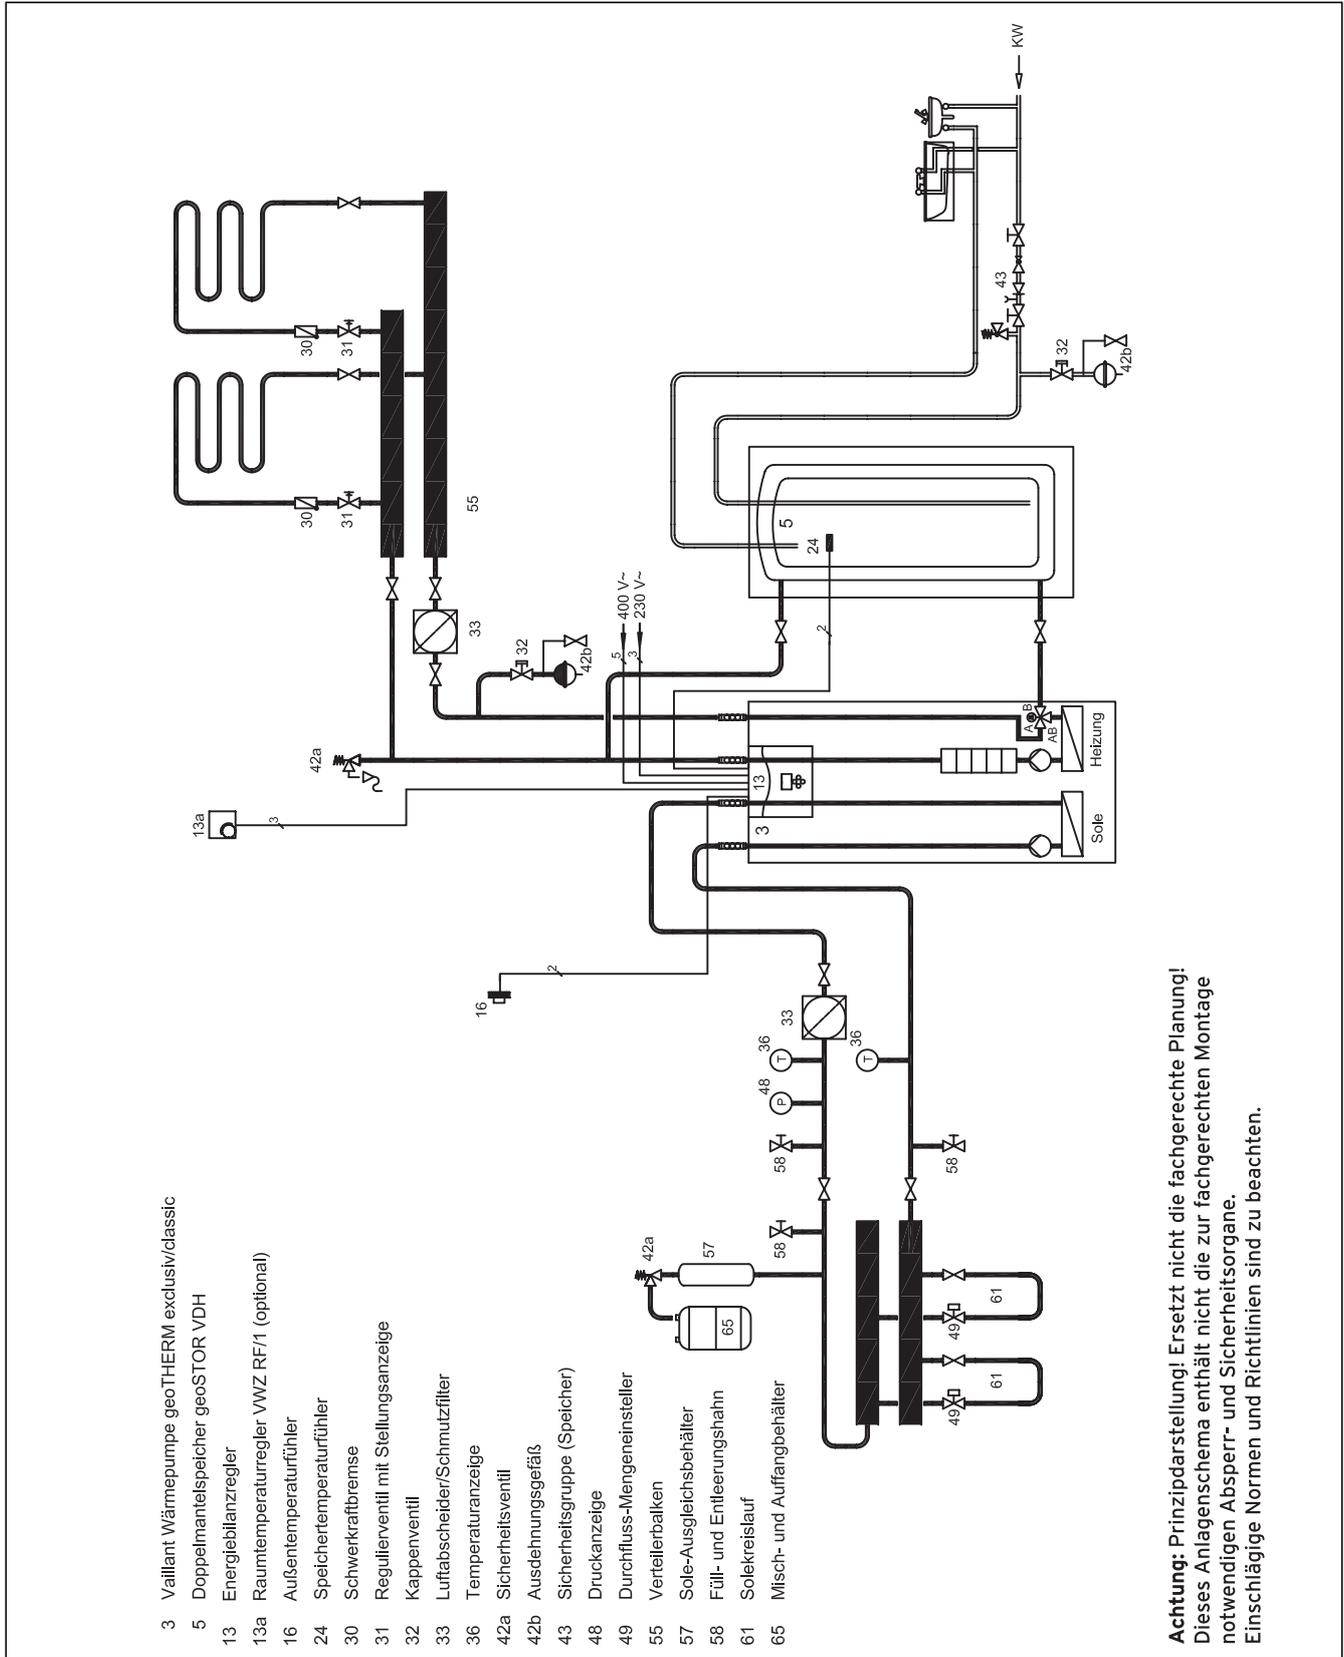

Abb. 6.1 Hydraulikplan
- Montieren Sie die Rücklaufleitung mit allen zugehörigen Komponenten (siehe Abbildung 6.1).
- Montieren Sie die Vorlaufleitung (zur Wärmepumpe) mit allen zugehörigen Komponenten (siehe Abbildung 6.1).
- Montieren Sie die Heizungs-Vorlaufleitung mit allen Bauteilen (siehe Abbildung 6.1).
- Montieren Sie die Heizungs-Rücklaufleitung mit allen Bauteilen (siehe Abbildung 6.1).